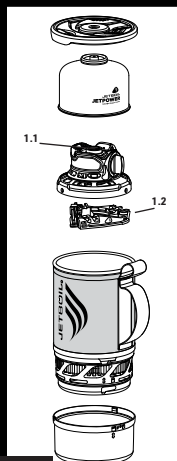

Fig. 1
1. Saque los elementos incluidos en el recipiente (Fig. 1).
4. Vea la Fig. 1 para ver cómo guardar contenidos en el recipiente.